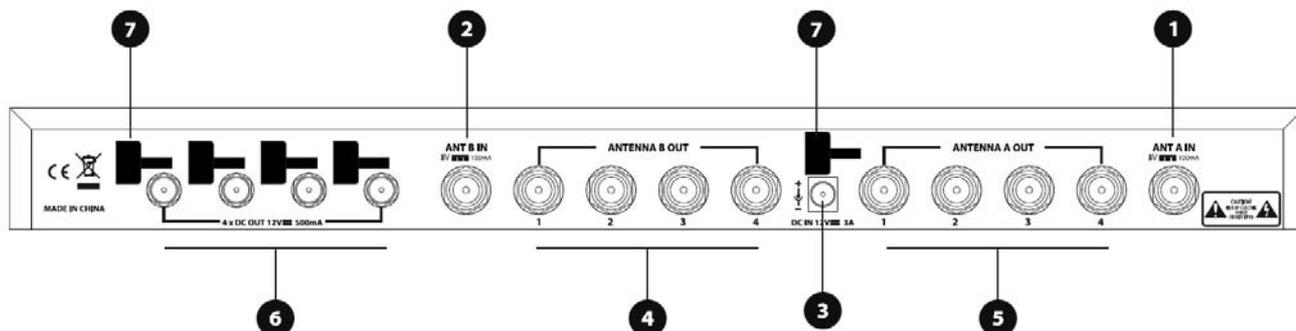
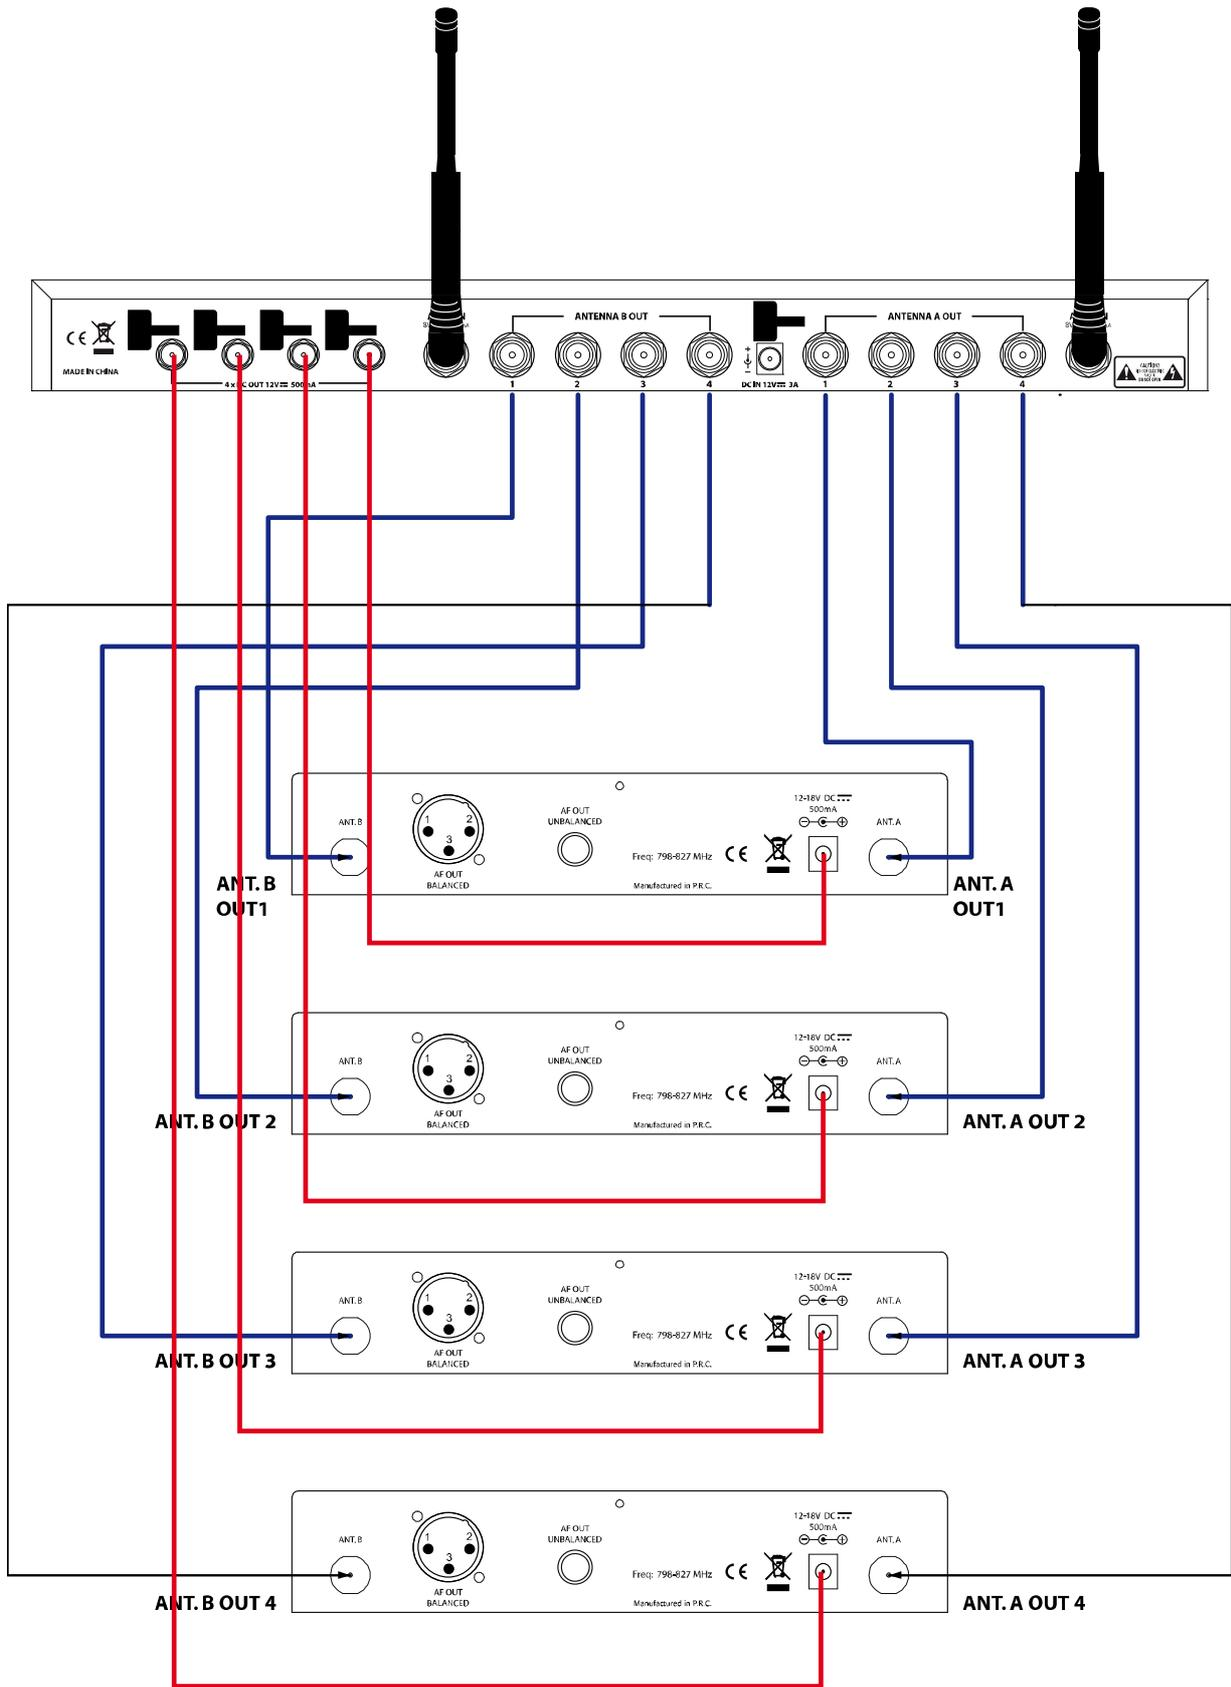

fig. 2
fig.3
- Collegare ai 2 ingressi A e B (**fig. 2** rif 1,2) alle due antenne di uno dei 4 ricevitori collegati.
- Collegare le coppie di ingresso antenna A e B (**fig.2** rif.4,5) dei ricevitori con le uscite A e B del ripartitore splitter (**fig.3**).
- Dopo aver collegato le antenne, collegare l'adattatore AC/DC al UHF Splitter (**fig.2** rif.3) e alla presa di rete.
- Collegare l'ingresso di alimentazione dei ricevitori alle uscite 12Vdc (**fig.2** rif.3)